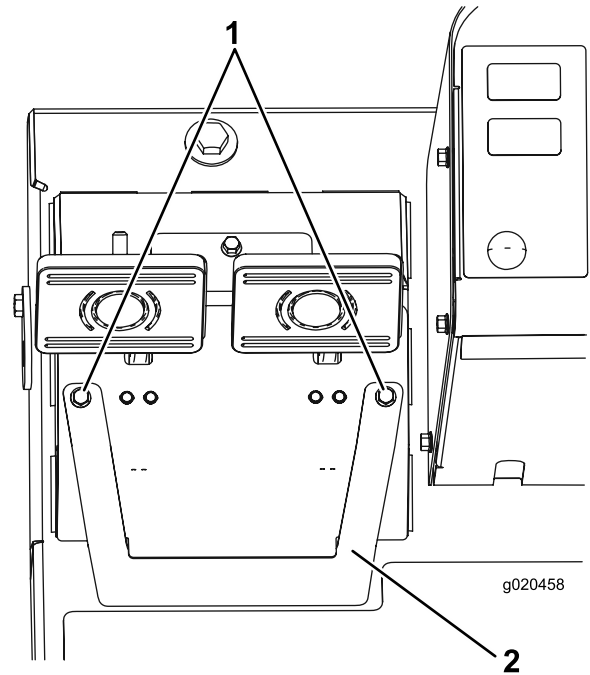

Figura 70
- A. Afloje los 2 tornillos de montaje y retire la tapa de ajuste de los frenos (Figura 70).